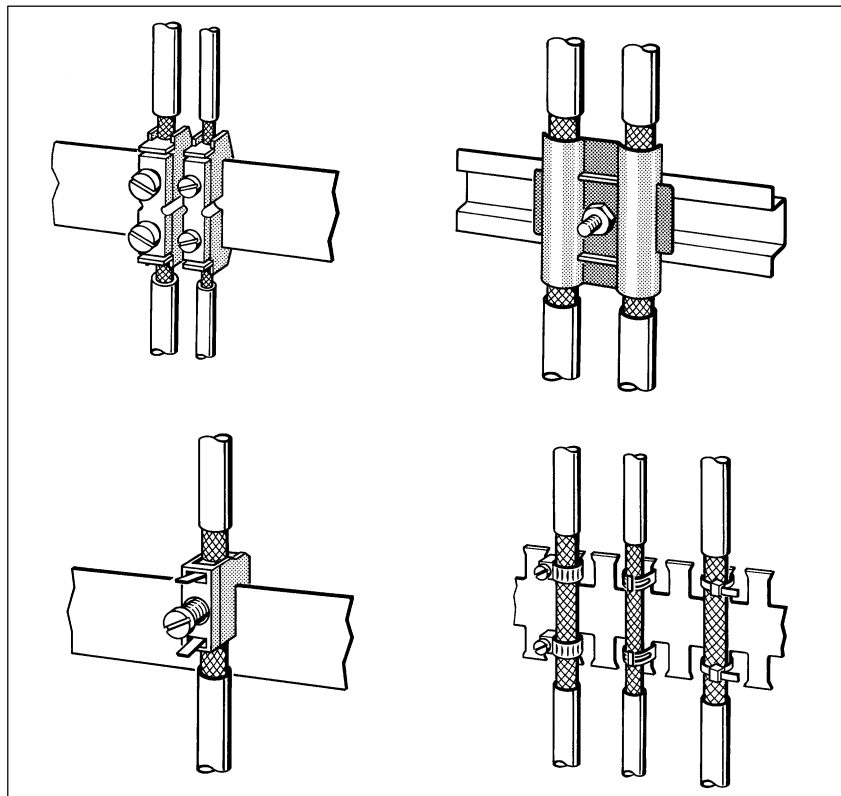

Figura 7-4 Fissaggio dei cavi schermati con fascette serracavi ed elemento di collegamento per tubi (rappresentazione schematica)
- Le fascette devono avvolgere lo schermo su un'ampia superficie e avere un buon contatto (vedere figura 7-4 ).